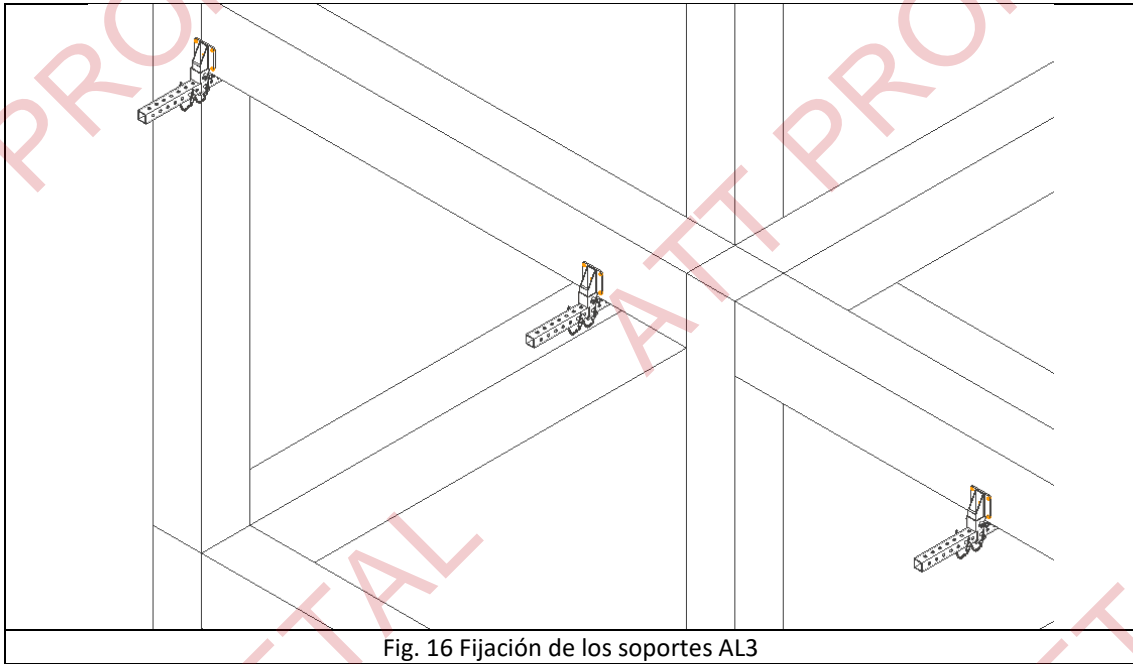
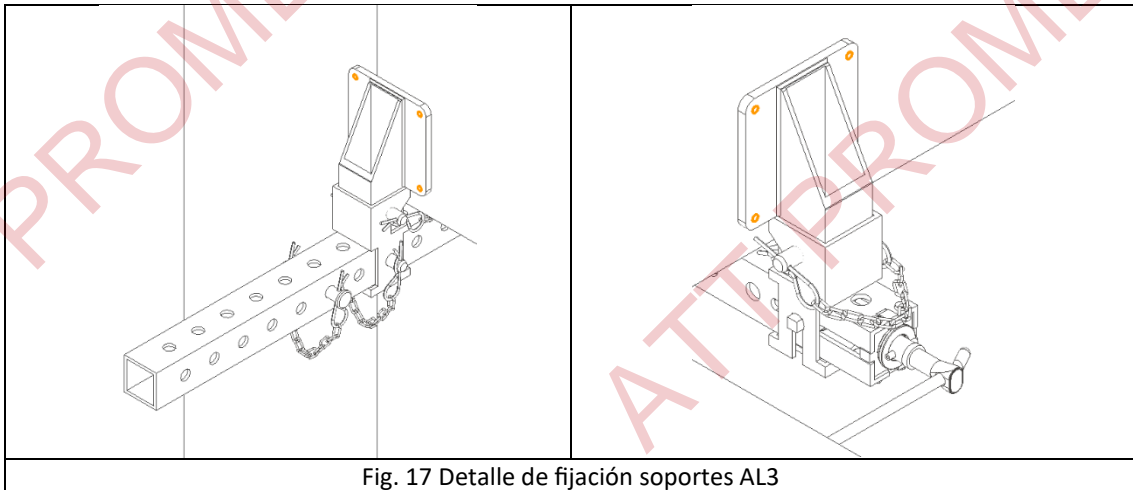

Fig. 16 Fijación de los soportes AL3
Fig. 17 Detalle de fijación soportes AL3
2. La fijación de los soportes AL3 a las vigas metálicas será ajustándolos al ancho de la viga mediante las dos mordazas (Fig. 2, para vigas de madera Fig. 16), una se fija en el sistema mediante un pasador y la otra se ajusta a la medida requerida girando la palanca que gira un cilindro roscado que mueve la mordaza. Una vez realizado el ajuste. Este apriete continuará hasta que se alcance un nivel de solidez tal que el trabajador no pueda seguir girando la palanca debido a la resistencia generada (Fig. 3, para vigas de madera Fig. 17)).